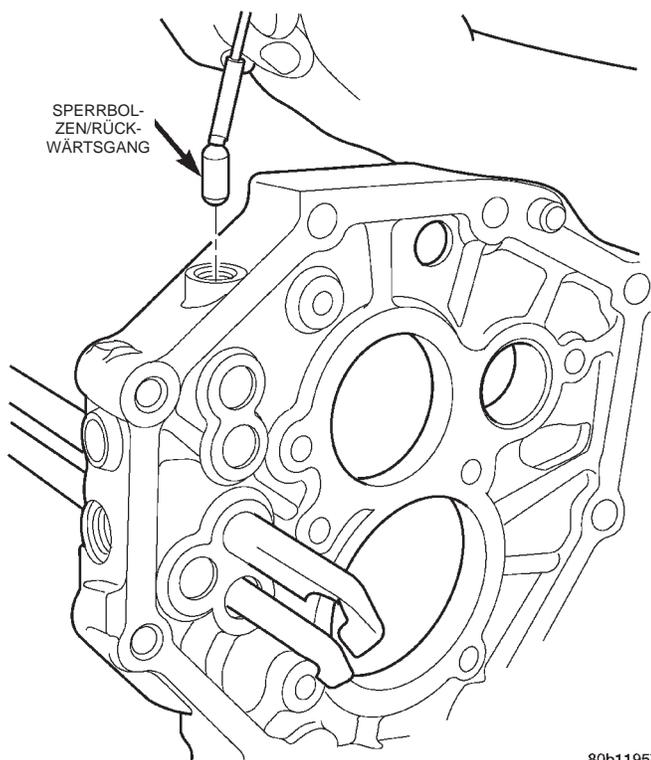

Abb. 72 Sperrbolzen/Rückwärtsgang ausbauen
(29) Den länglichen Sperrbolzen für den Rückwärtsgang ausbauen (Abb. 72).